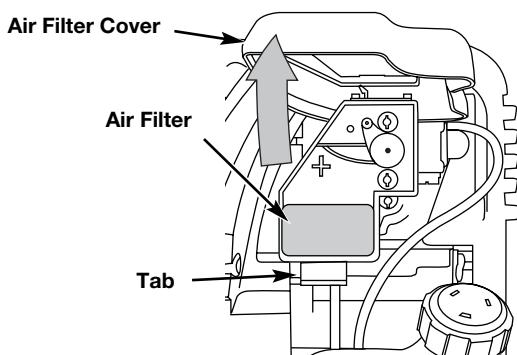

Fig. 26
1. Ouvrez le couvercle du filtre à air. Enfoncez la languette située à gauche du couvercle, tirez celui-ci vers vous pour le dégager du boîtier du filtre à air (Fig. 26).
2. Retirez le filtre à air et l'écran derrière lui (Fig. 26).
6. Replacez le filtre et l'écran (Fig. 26).